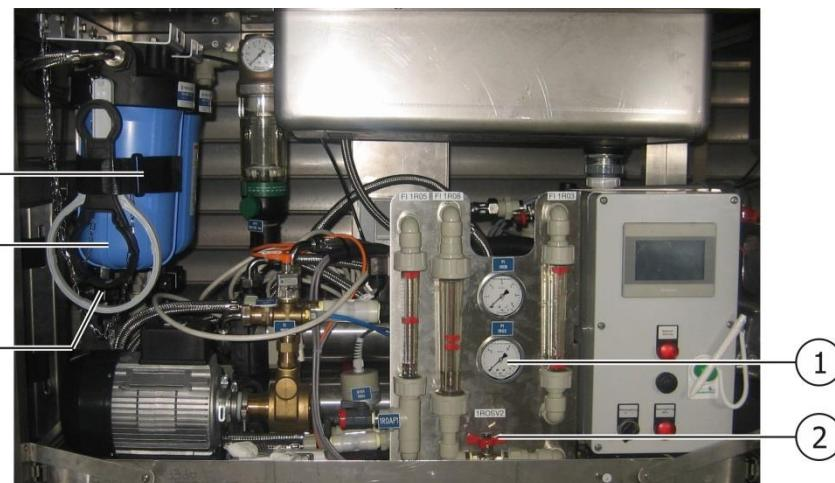

Abb. 8: Entkalkung des Umkehrosmose-Modulblocks
- Halten Sie ein geeignetes Gefäß unter die vordere Filtertasse und entleeren Sie diese mit dem Entleerungshahn (3).
- p) Schalten Sie die Anlage ab und setzen die Aktivkohlekerze wieder in die Filtertasse (Abb. 8: Pos. 4) ein.